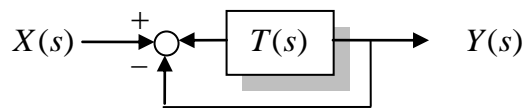

Fig.1 Schéma fonctionnel du système en Boucle fermée.
Soit le système donné par le schéma suivant, Fig.1:
- a- Analyser le système $T(s)$ donné par Fig.1 (sans correcteur) :**